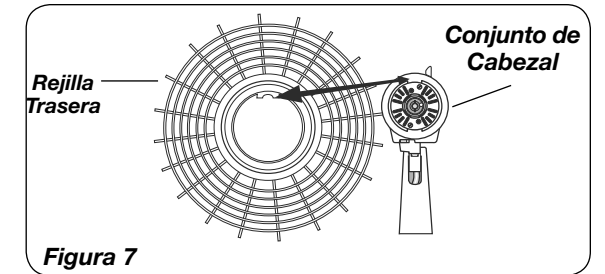

Figura 7
1. Inclinara la **Cabeza del Ventilador** hacia atrás. Coloque la **Rejilla Trasera** en el **Conjunto de Cabezal**. (**Figura 7**)